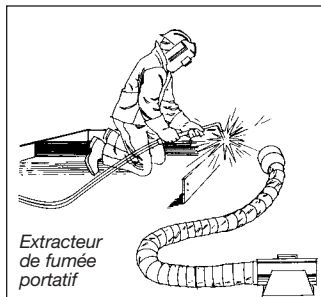

Figure 20.6
- 1) l'extracteur de fumée portatif à conduit flexible (figure 20.6)